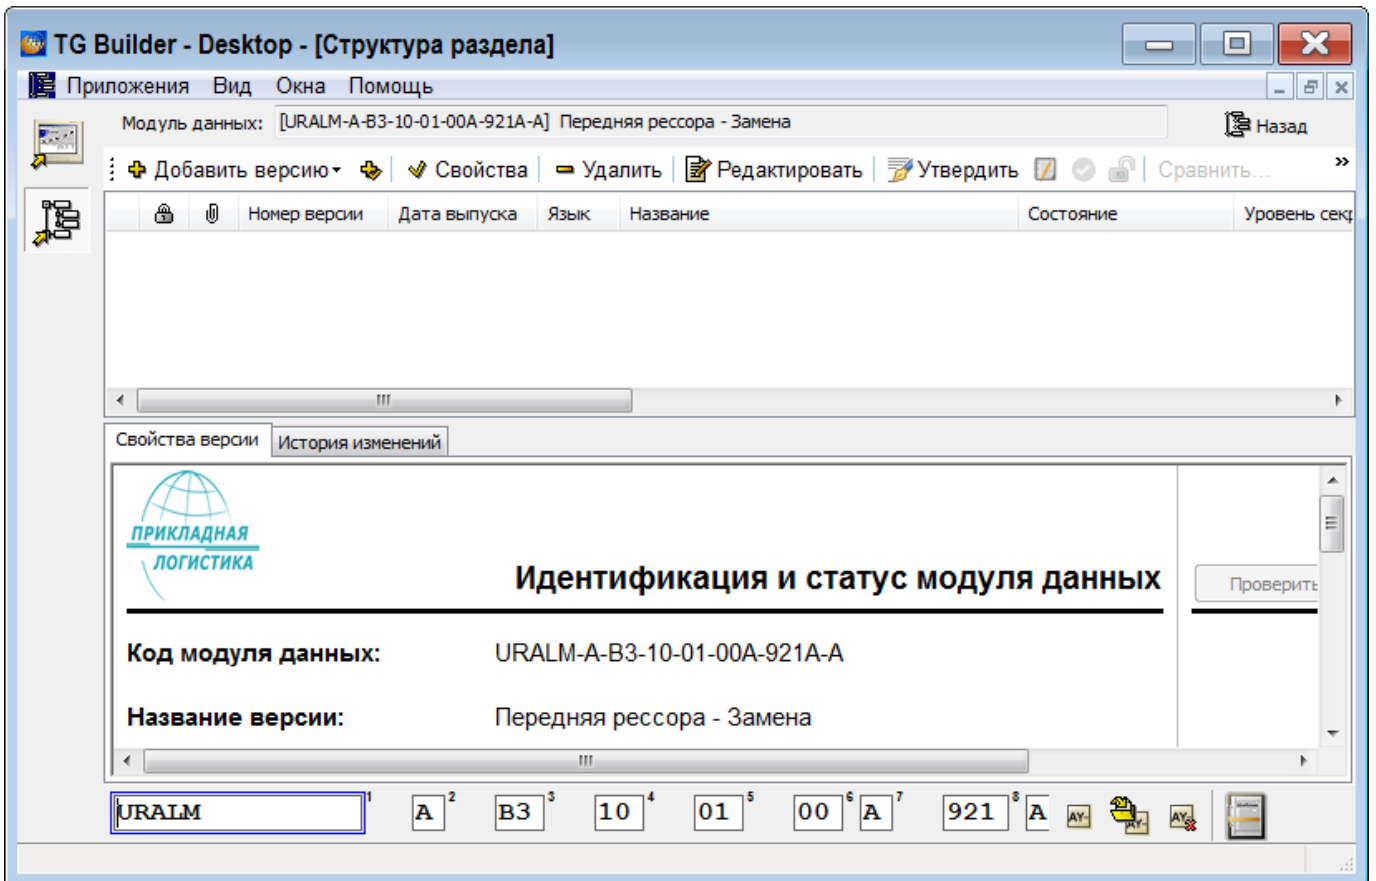

Рисунок 544
5) Выделите модуль данных. Войдите в редактор версий модуля данных, выбрав инструмент **Редактировать** в правой части диалогового окна **Структура раздела** или щелкните два раза левой кнопкой мыши по прямоугольнику элемента. Открывшееся диалоговое окно редактора версий состоит из двух окон (рисунок 544).